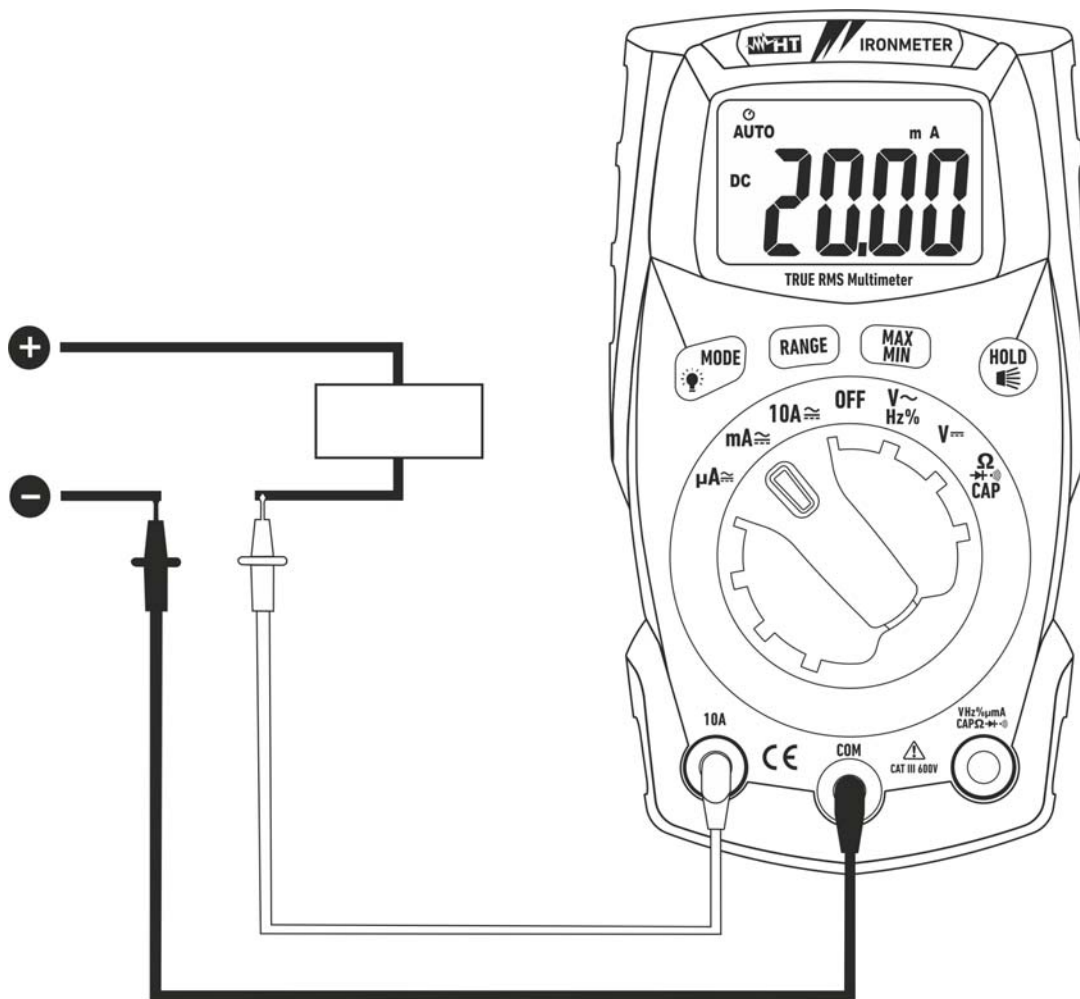

Fig. 8: Utilisation de l'instrument pour la mesure de courant DC
5. Connecter l'embout rouge et l'embout noir en série au circuit duquel on veut mesurer le courant en respectant la polarité et la direction du courant (voir Fig. 8).
8. L'affichage du symbole "-" sur l'écran de l'instrument indique que le courant a une direction opposée par rapport à la connexion de Fig. 8.